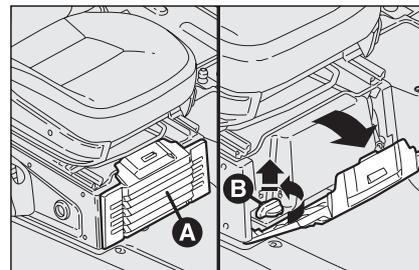

Abb. 79
- Die Klappe **A** öffnen und gemäß Darstellung in **Abb. 79** abnehmen: